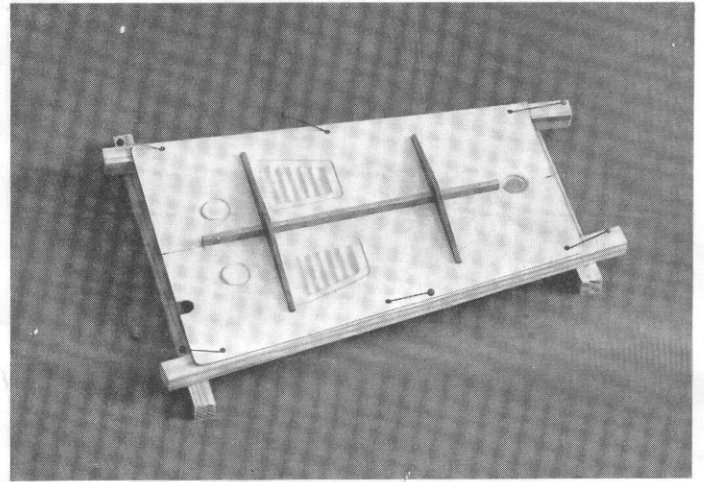

Abb. 20
Den Abschlußdeckel (153) ausschneiden, Löcher  $\varnothing$  3 mm bohren, siehe Plan, und auf der Unterseite die Versteifungen (154) — (156) mit UHU-hart aufkleben. Wenig Klebstoff angeben! Den Abschlußdeckel zur Verklebung mit den o. a. Teilen mit 10 x 10 mm Kiefernleisten unterlegen wie es Abb. 20 zeigt.